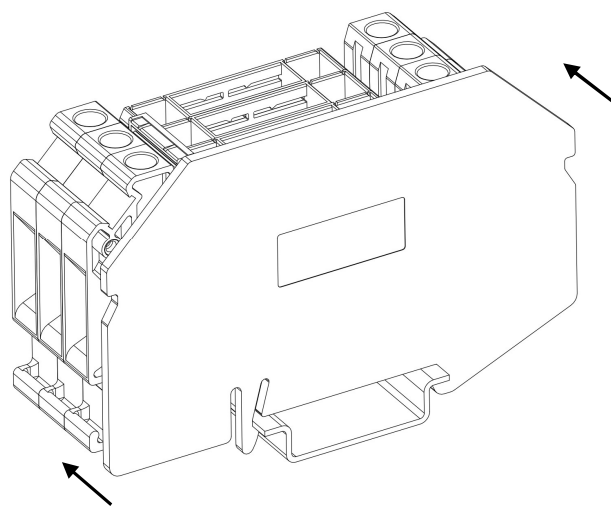

Рисунок 40 – сборка клемм с перемычкой с удаленными крайними полюсами
- При использовании перемычек с удаленными крайними полюсами **необходимо** использовать концевую крышку или разделительную пластину (рис. 40).